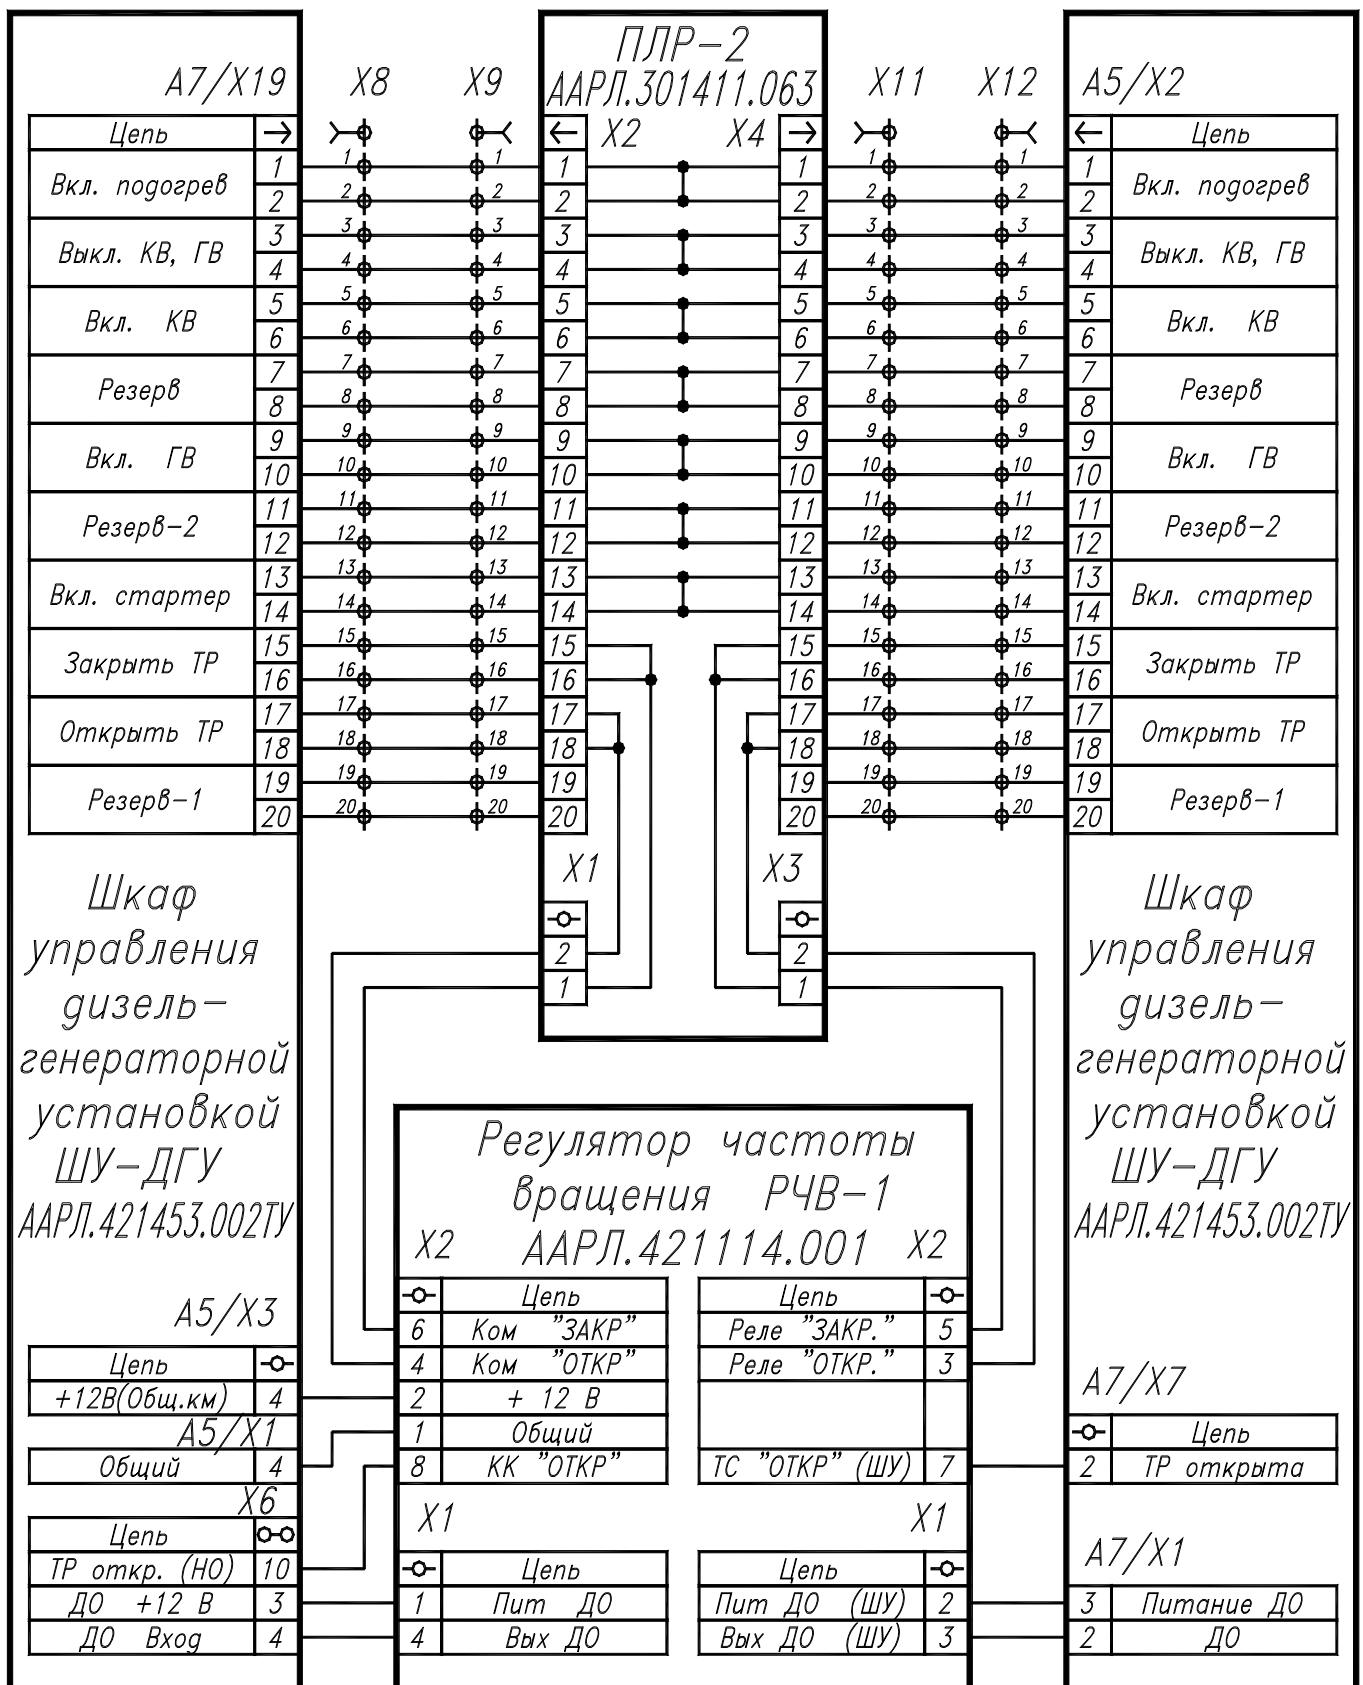
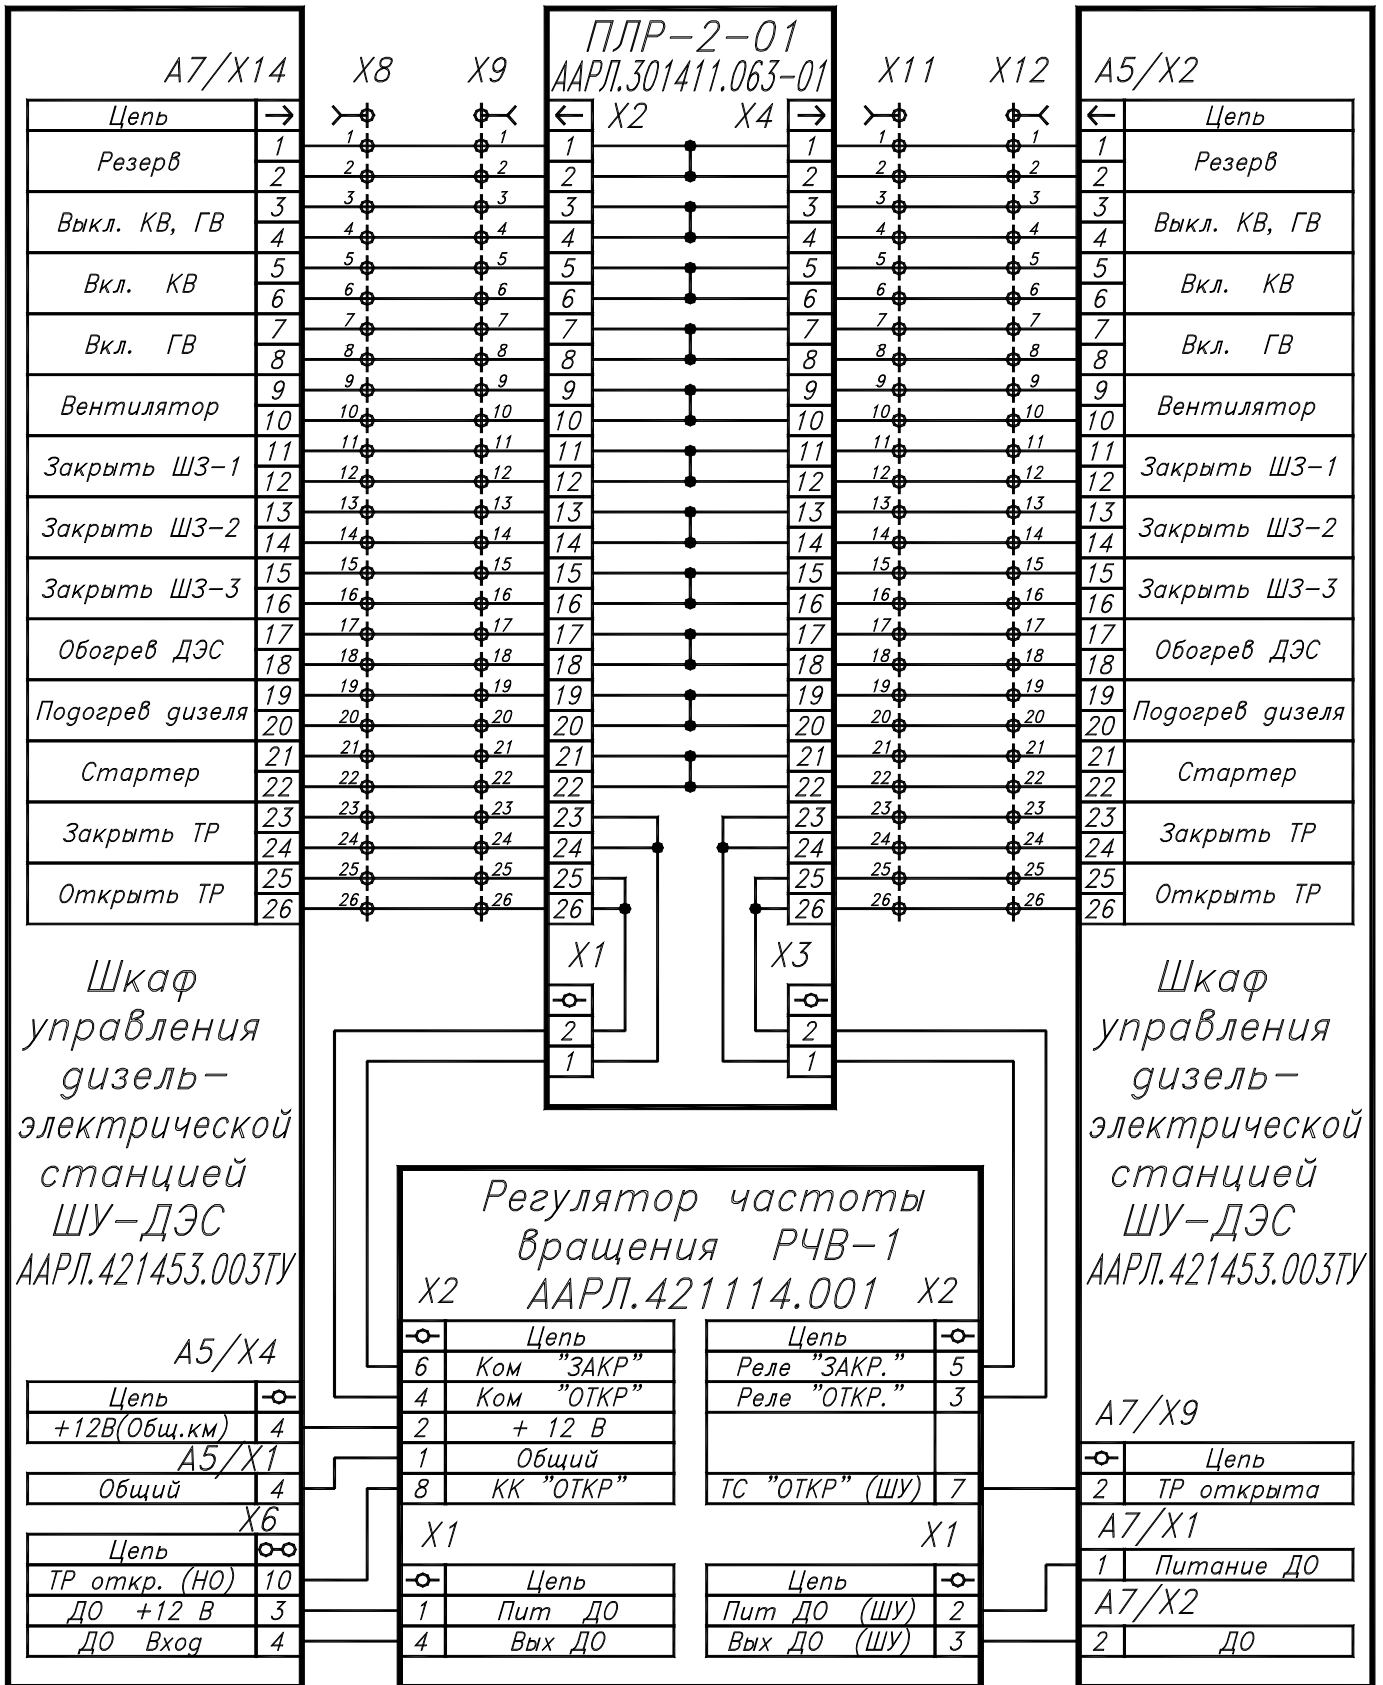

Рисунок 4 - Схеме стыковки РЧВ с ШУ-ДГУ.
Рисунок 5 - Схеме стыковки РЧВ с ШУ-ДЭС.
4.7 Соединение производить согласно схеме стыковки РЧВ с ШУ-ДГУ (рисунок 4) или схеме стыковки РЧВ с ШУ-ДЭС (рисунок 5).